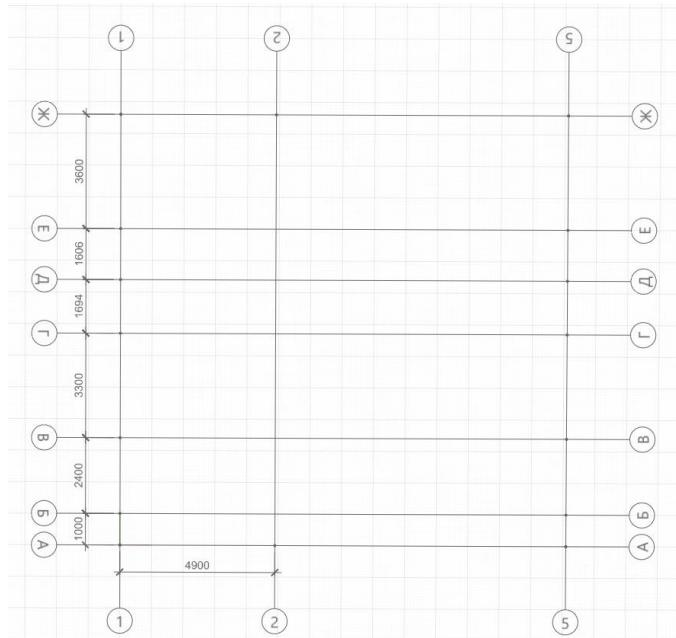

Рис. 18 Построение оси 2
11. Построим ось 2 на расстоянии **4900** мм от оси 1 при помощи привязки (рис. 18)